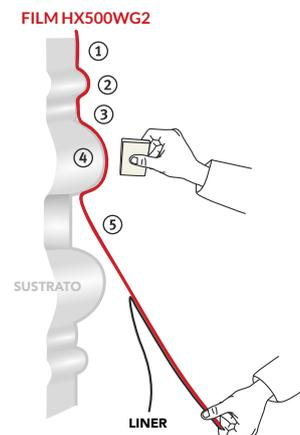

FIG 07
- › Retire progresivamente el protector tirando hacia abajo. (FIG. 07)
- › Comience a aplicar en un hueco ①, después el relieve ② y luego el hueco ③.
- › Vaya a la ondulación siguiente ④, después continúe ⑤ hasta que la aplicación sea completa.